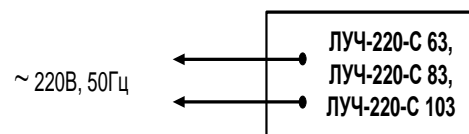

Рис.1. Схема подключения.
4.2. Подключение изделий должно выполняться в соответствии со схемой (рис.1.) при отключенном напряжении питания.